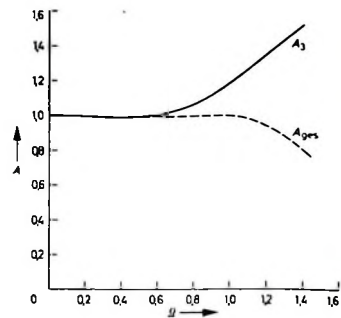

Bild 13. Frequenzgang der Gegenkopplung (A_g) und der kompensierten Verstärkerstufe ($A_{ges} = A_1 \cdot A_2 \cdot A_3$)
Diese Gleichung ist im Bild 13 ausgewertet. Die Verstärkungsminderung bei $\Omega = 0,4$ ist durch die Abweichung von Gl. (100) bedingt. Der ebenfalls in Bild 13 dargestellte Gesamtamplitudengang